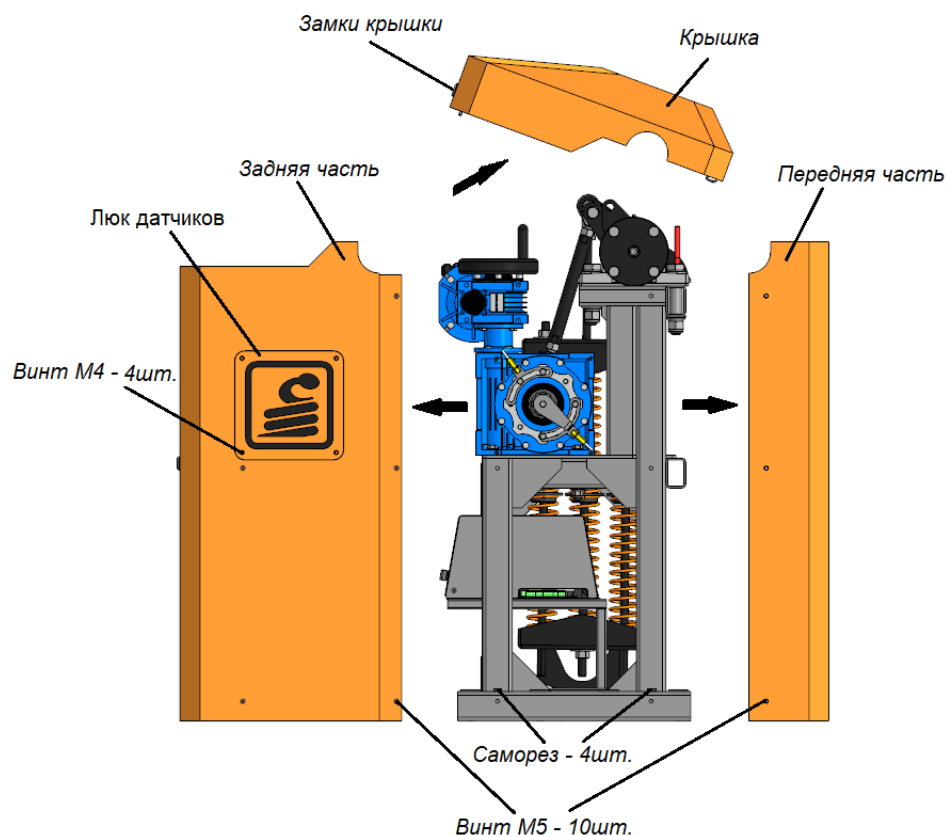
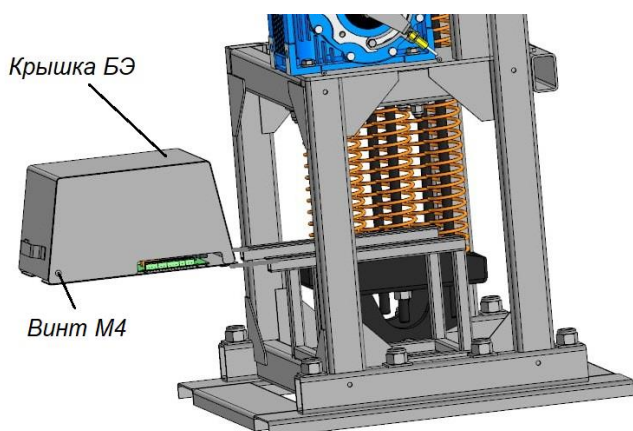
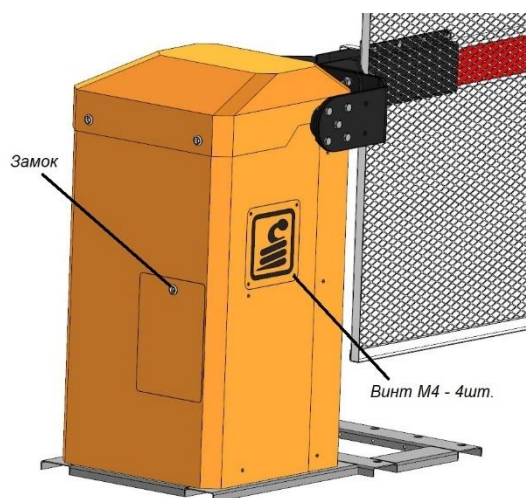

Рисунок 6
Рисунок 13
Рисунок 14
5.3.1. Перед монтажом шлагбаума необходимо снять кожух, для чего (Рис.6):
Блок электроники закреплен в тумбе шлагбаума (Рис. 13). Для снятия Крышки Блока электроники надо открутить винты M4 (Рис. 14).
Перед подключением шлагбаума к сети 220В необходимо закрепить Кожух шлагбаума на раму (см. Рис.6). Блок электроники выдвигается на салазках. В Кожухе шлагбаума предусмотрены Люки для доступа к Блоку электроники – фиксируется замком и к Датчикам - крепится винтами M4 (Рис.14).